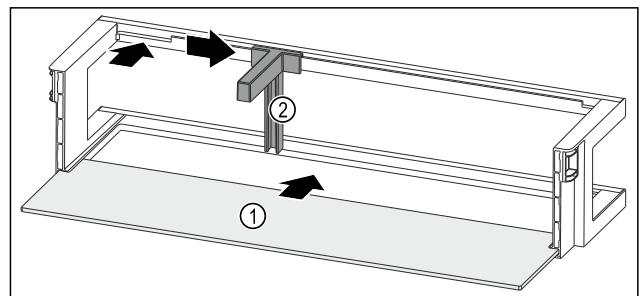

Fig. 126 Türabsteller mit Abstellfläche
- ▶ Abstellfläche Fig. 126 (1) in die seitlichen Einsparungen einschieben.
- ▶ Flaschenhalter Fig. 126 (2) in die Aussparung einsetzen.
- ▶ Flaschenhalter Fig. 126 (2) in gewünschte Position zur Seite schieben.